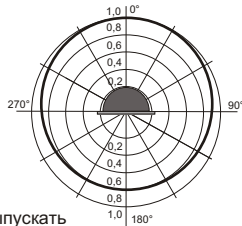

Рис.2 Схема подключения и диаграмма направленности оповещателя.
- 2.8. Диаграмма направленности звука на рис.2 (п.5.3)
- 5.1. Перед установкой необходимо проверить внешний вид оповещателя на наличие повреждений и проверить работоспособность следующим образом:подключить источник питания (типа Б5-7) к выводам оповещателя (рис.2), предварительно установив напряжение питания (12±3)В. При этом оповещатель должен выдать плавно нарастающий по громкости звуковой сигнал.
5.3. На рис.2 показана схема подключения и диаграмма направленности звука оповещателя.